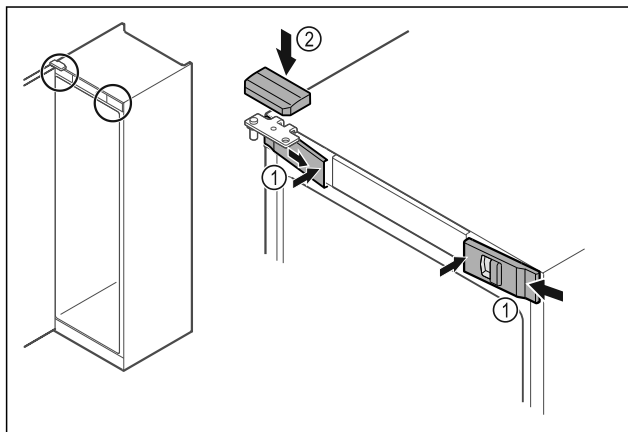

Fig. 36
- ▶ Зацепите скобу и защелкните передние крышки Fig. 36 (1) с внутренней стороны.
- ▶ Защелкните верхнюю крышку Fig. 36 (2) сверху.